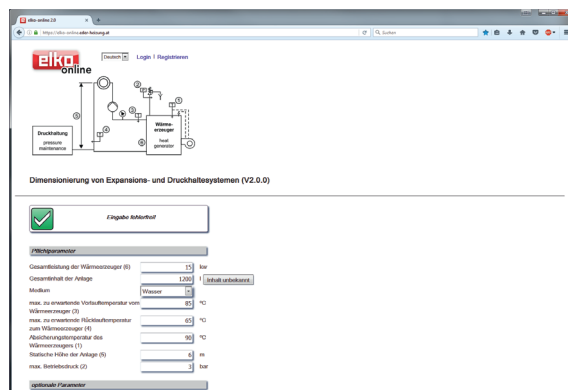

Bild 1
1. Starten Sie elko-online 2.0 im Internet unter <https://elko-online.eder-heizung.at> und geben Sie die Daten Ihrer Anlage ein (Bild 1).